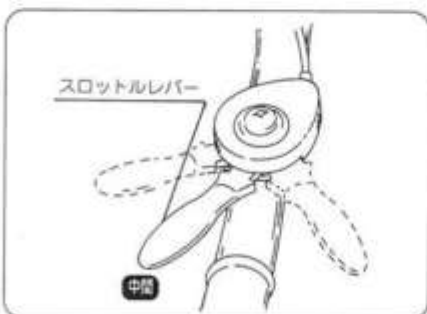

図7
- ④ スロットルレバーを中間位まで引張ってください。(図7)